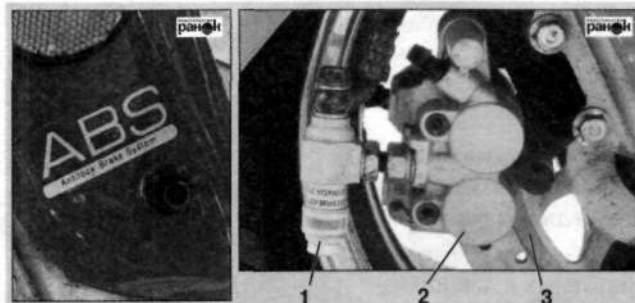

Рис. 63. Тормозной механизм с ограничителем тормозного усилия (ABS): 1 – ограничитель тормозного усилия; 2 – тормозной суппорт; 3 – тормозной диск
- двухпоршневые с ограничителем тормозного усилия – ABS (рис. 63).